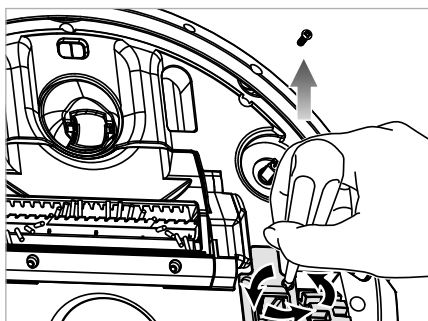

Abb. 19
- 1) Entfernen Sie mit einem Kreuzschlitzschraubendreher (nicht im Lieferumfang enthalten) die beiden Schrauben an der Radabdeckung **19/35** (siehe Abb. 19).